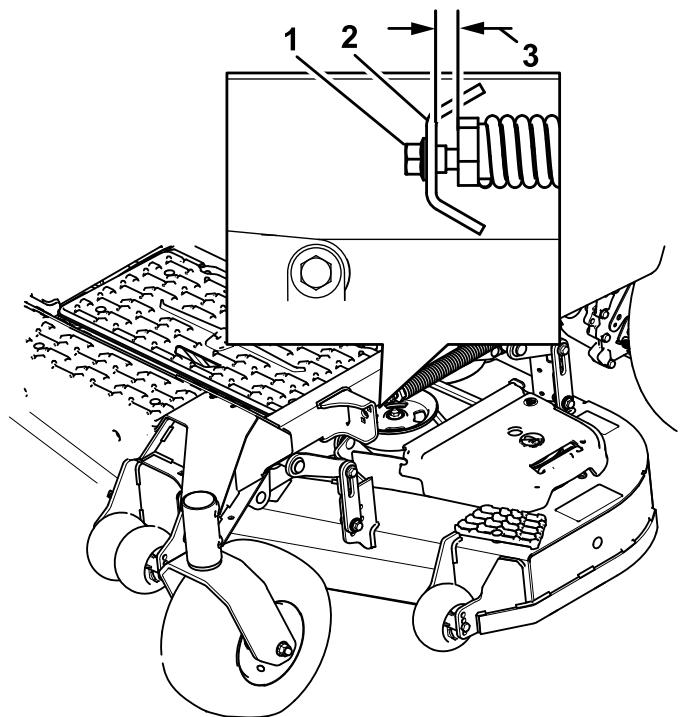

Figura 94
10. Afloje lentamente el tornillo de ajuste del muelle auxiliar de elevación hasta que pueda retirar el tornillo (Figura 94).